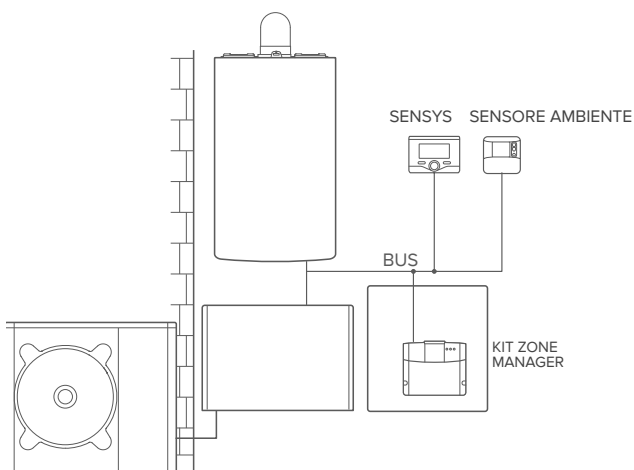

fig.9
**Tipo 5****Ativação de TD e TC num sistema híbrido até 2 zonas hidráulicas controlado por dispositivos BUS BridgeNet (fig.9)**